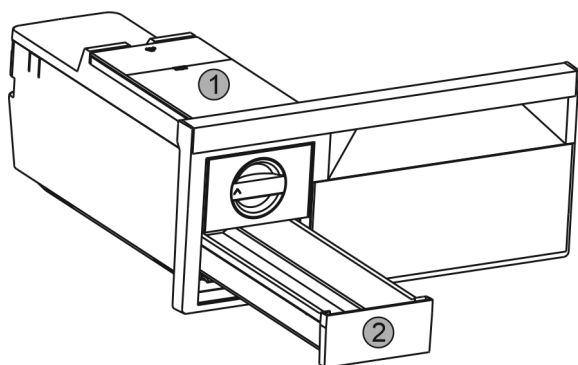

Fig. 79
- ▶ Odstranite rezervoar za vodo Fig. 79 (1) in predal za led Fig. 79 (2).